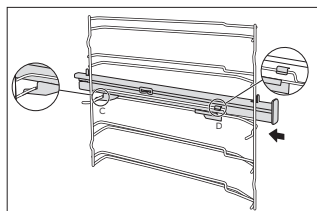

Rys. 1
Prowadnice teleskopowe umożliwiają wysunięcie blachy do pieczenia, co ułatwia dostęp podczas wkładania i wyjmowania blach lub podczas sprawdzania potraw podczas pieczenia (Rys. 1).
2. Podnieś jeden koniec przedłużenia teleskopowego Rys. 1 siłą